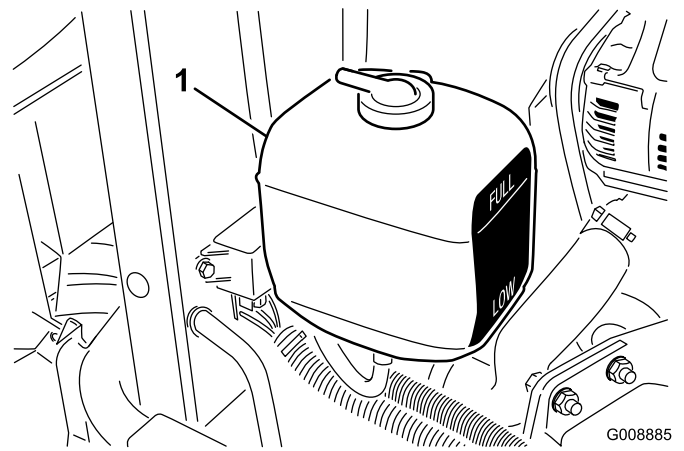

Figure 26
1. Vérifiez le niveau du liquide de refroidissement dans le vase d'expansion (Figure 26). Quand le moteur est froid, le niveau du liquide de refroidissement doit se situer à peu près entre les deux repères qui figurent sur le côté du réservoir.